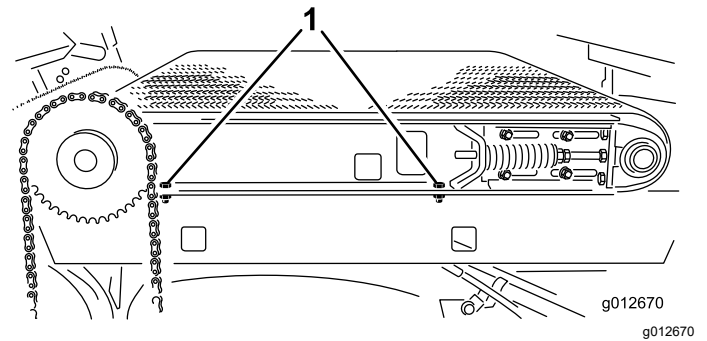

Bild 33
4. Lösen Sie auf der rechten Seite der Maschine die beiden Bundkopfschrauben, die die Gleitrahmenschiene am rechten Kotflügel befestigen (Bild 33). Stellen Sie sicher, dass die Bundkopfschrauben locker genug sind, um die Schiebepritsche kippen zu können.